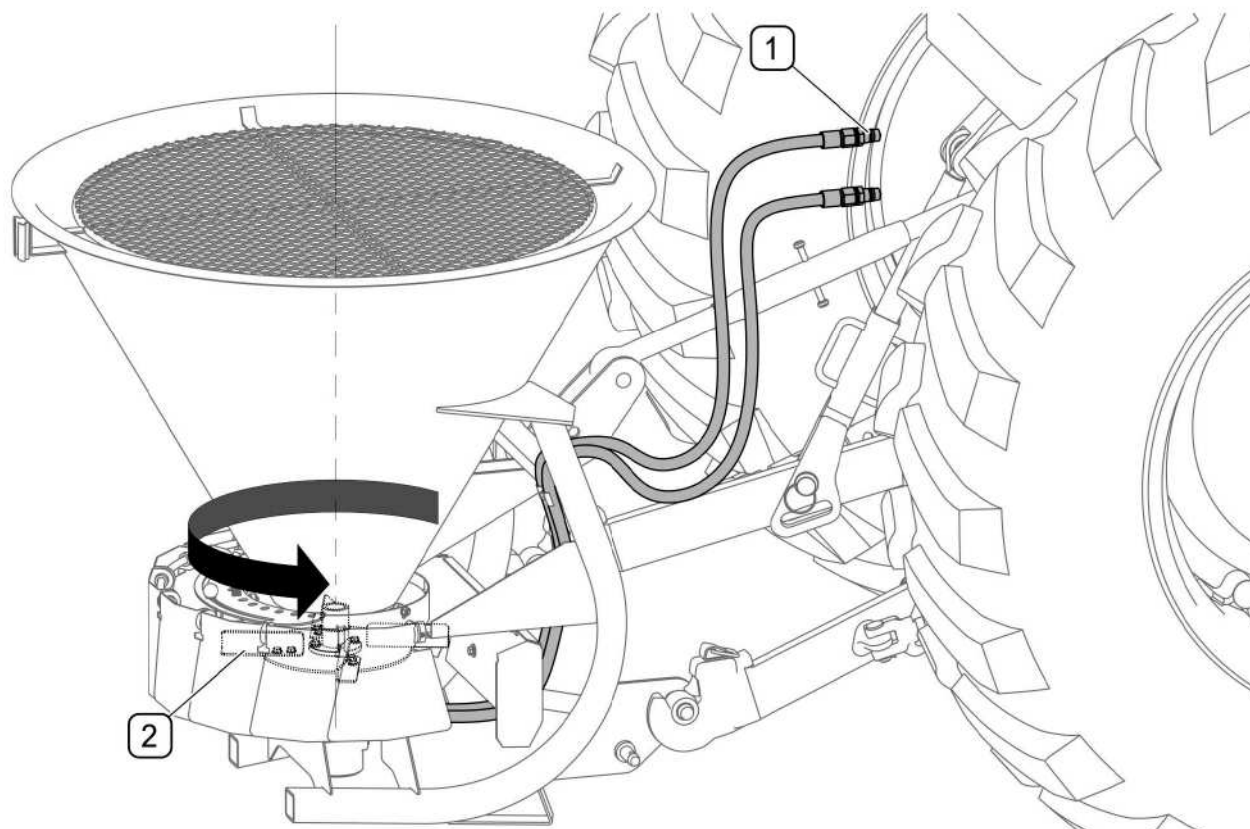

РИСУНОК 4.2 Присоединение гидравлической системы к трактору
В разбрасывателях с гидравлическим приводом необходимо подсоединить штекеры (1) гидропроводов к разъемам одной секции внешней гидравлики трактора (РИСУНОК 4.2). После включения привода разбрасывающий диск (2) должен вращаться в направлении против часовой стрелки. Если диск будет вращаться в неправильном направлении, то в таком случае необходимо заменить местами подсоединения гидропроводов.